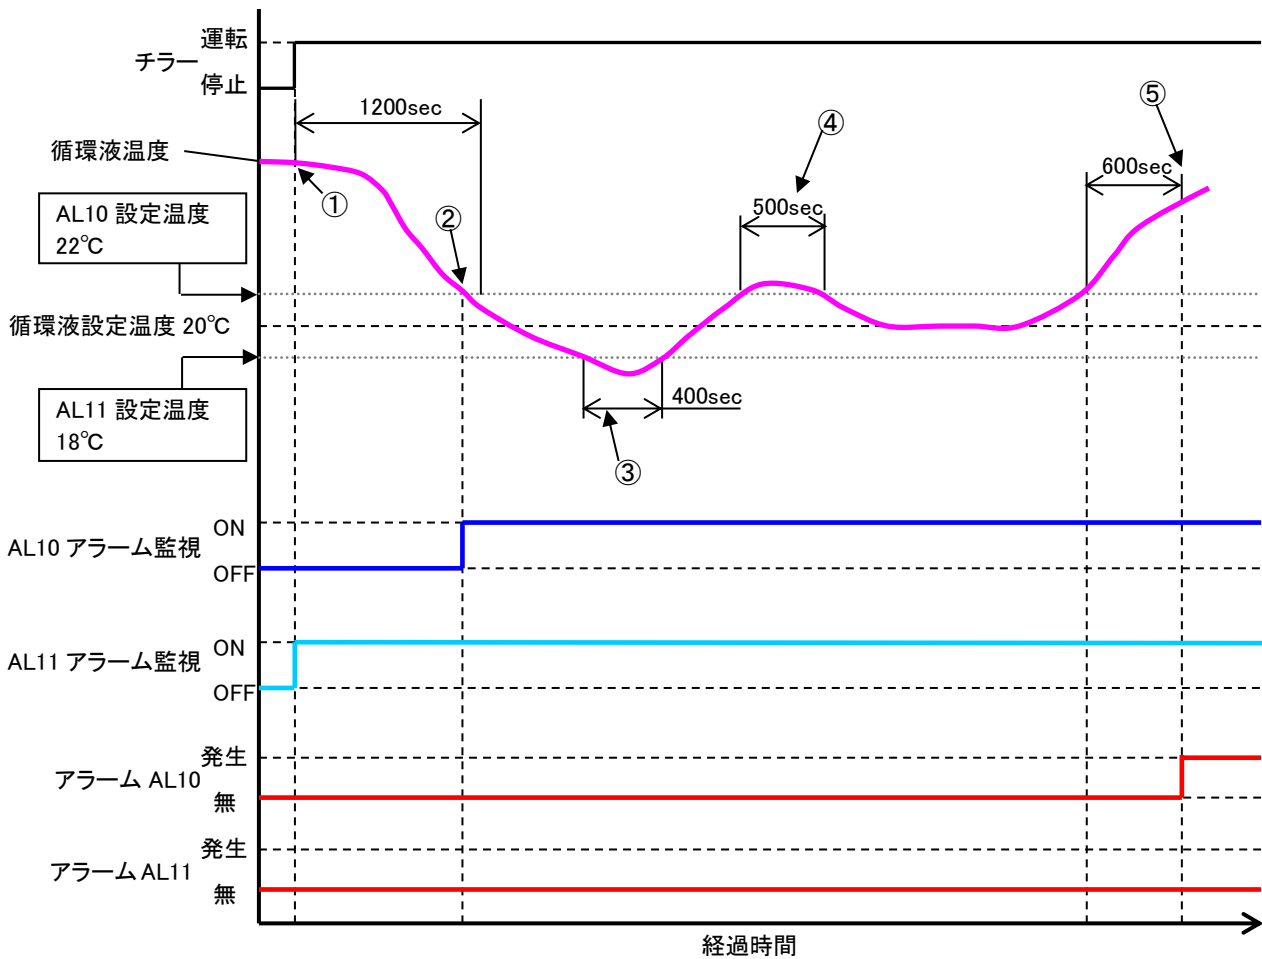

図 5-5 アラーム監視タイミング
③「Monitor Timing」アラーム監視条件として「**RUN**」を選択した場合、さらに「**OFF**」と「**AUTO**」の選択が可能です。ここで「**AUTO**」とは、④「Start Time」(無監視時間)の設定時間内に、循環液温度がアラーム設定温度範囲内となった場合、その時点からアラーム監視を開始する機能です。具体的なアラームの監視タイミングを「図5-5アラーム監視タイミング」に示します。